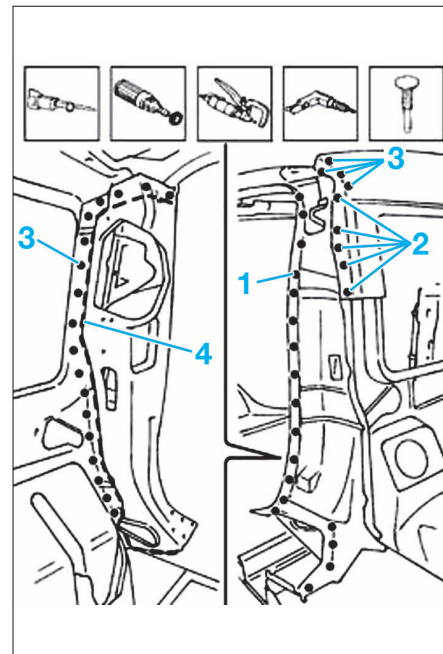

FIG. 28
- Découper et dépointer en zone (1),(2), (3) et (4) (Fig.28).